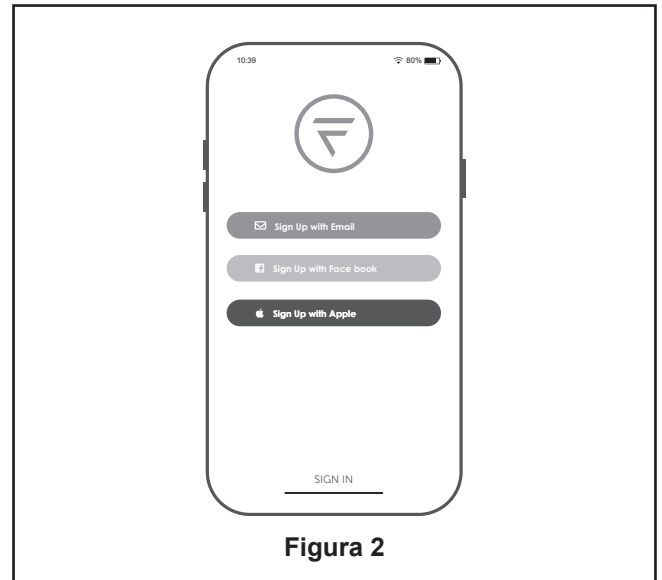

Figura 2
- 2. Restaure la fuente de alimentación de la toma de corriente enciendo la electricidad del fusible principal. (Figura 2)
2. Cree su cuenta utilizando una de las tres opciones enumeradas. (Figura 2)